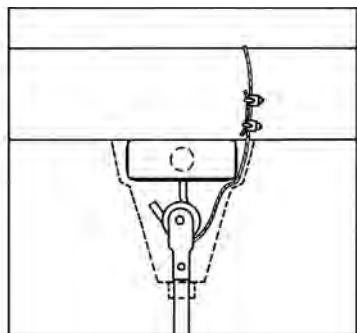

Figure 4
IMPORTANT PRÉCAUTION : Le câble de sécurité ne doit pas être placé entre le cylindre en caoutchouc et le crochet, mais plutôt comme illustré en Figure 4.
6. Quand vous suspendez le ventilateur sur le crochet en J fourni par l'usine, assurez-vous que le câble en haut de la tige est positionné derrière le crochet en J comme illustré en Figure 4.